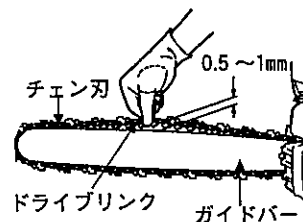

図 8
- (2) チェン刃の張りは, ガイドバーの中央付近でチェン刃を軽く持ち上げたとき, チェン刃のドライブリンクの先端とガイドバーのスキマが0.5mm~1mm程度となるよう調整します。(図8)